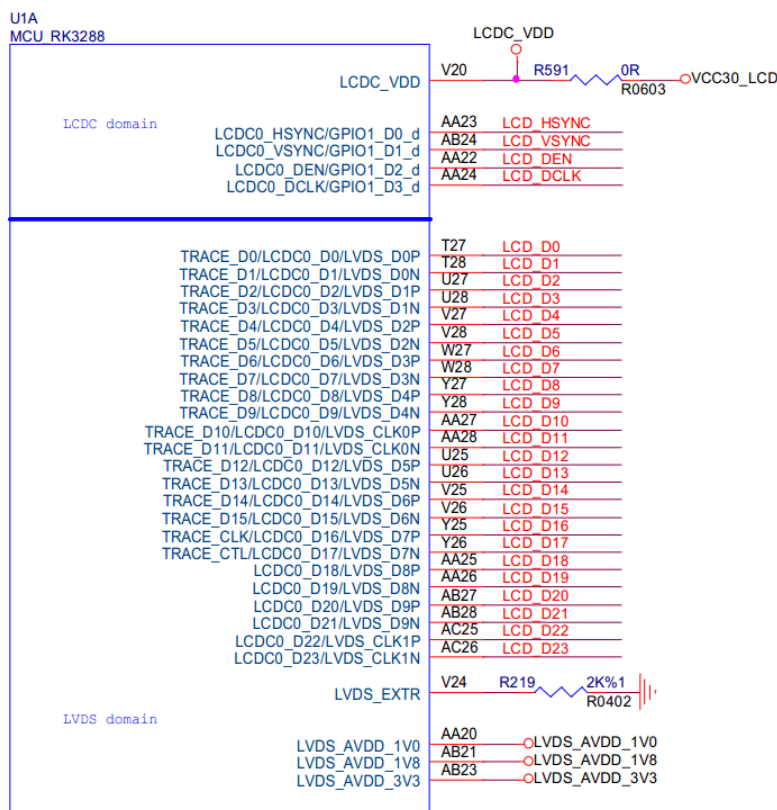
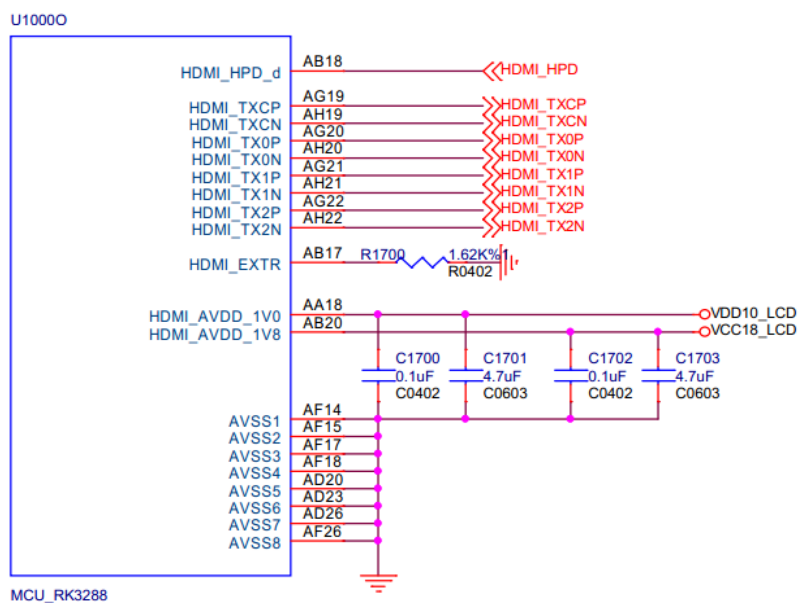

图14-1
图14-5
- RK3288支持Parallel RGB、LVDS、MIPI、eDP、HDMI等多种视频输出模式，MIPI、LVDS、HDMI PHY的参考电阻，请选择1%精度电阻，eDP无需外接参考电阻，如图14-1~图14-5；